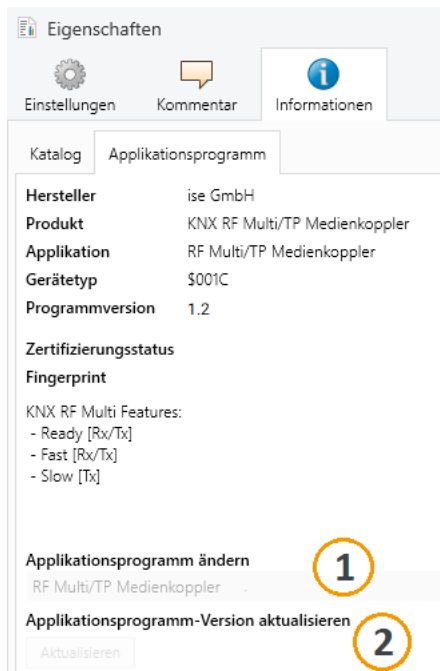

Abbildung 6: Applikationsprogramm aktualisieren
5. Wählen Sie die Schaltfläche <<Aktualisieren>> unterhalb des Punkts <<Applikationsprogramm-Version aktualisieren>> (siehe Abbildung 6, Pos. 2)
Wenn Sie den Wert unter <<Applikationsprogramm ändern>> (siehe Abbildung 6, Pos. 1) ändern, gehen benutzerdefinierte Einstellungen verloren.